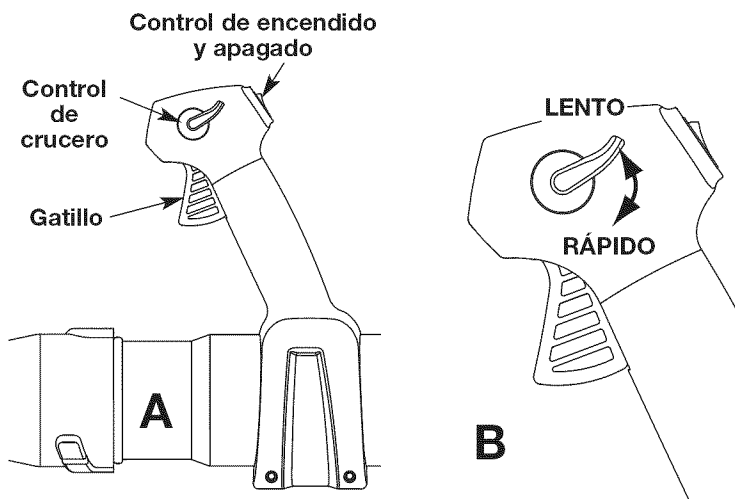

Fig. 16
**NOTA:** La unidad debe arrancarse en vacío. No oprima el gatillo mientras arranca la unidad (Fig. 16, A).
1. Una vez que el motor haya arrancado y esté caliente, oprima el gatillo para acelerar la unidad según sea necesario (Fig. 16, B).
2. Para períodos de funcionamiento más prolongados y para eliminar la posibilidad de fatiga en el dedo, mueva el control de crucero hacia la posición **RÁPIDO** para aumentar poco a poco o mantener la velocidad del motor de la unidad (Fig. 16, B). Cuando se oprima el control de crucero, el gatillo retrocederá hacia la manija.
3. Para disminuir la velocidad del motor, mueva el control de crucero hacia la posición **LENTO** y el gatillo regresará a la posición de marcha en vacío (Fig. 16, B).
2. Oprima y mantenga oprimido el Control de encendido y apagado en la posición **APAGADO (O)** hasta que el motor se detenga por completo (Fig. 16, A).
- Use el control de crucero (Fig. 16) para mantener el gatillo oprimido mientras esté trabajando para facilitar el funcionamiento continuo.